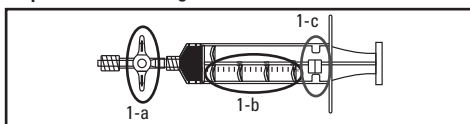

Figure 1.
| Figure 1..... | 20 |
1. Inspecter le robinet (figure 1-a). Le robinet dispose de deux raccords Luer permettant de raccorder l'aiguille et la seringue. L'échange d'air se produit lorsque le robinet est en position ouverte. Le robinet est ouvert lorsqu'il est parallèle à la seringue ; il est fermé lorsqu'il est perpendiculaire à la seringue (comme illustré).
2. Inspecter la seringue (figure 1). Le corps de la seringue présente une goupille d'arrêt (figure 1-c) et le piston de la seringue dispose de quatre nervures de verrouillage (figure 1-b). Le piston de la seringue peut être manœuvré dans le corps de la seringue afin de la verrouiller et de la déverrouiller. Pour verrouiller la seringue, tirer sur le piston jusqu'à ce qu'il soit aligné avec le volume d'aspiration souhaité. Tourner le piston dans le sens des aiguilles d'une montre de manière à ce que la goupille d'arrêt s'engage dans les nervures de verrouillage du piston (figure 1-b). Tourner le piston dans le sens inverse des aiguilles d'une montre pour le libérer.
12. Préparer la seringue et le robinet fournis comme indiqué précédemment. Tourner le robinet en position fermée, c'est-à-dire perpendiculaire à la seringue. Tirer le piston de la seringue jusqu'à l'obtention du volume souhaité et utiliser les nervures de verrouillage et la goupille d'arrêt de la seringue pour verrouiller le piston dans cette position (figures 1-b et 1-c).
Remarque : Les nervures de verrouillage et la goupille d'arrêt (figures 1-b et 1-c) doivent être désengagées pour faire passer l'air de la seringue.